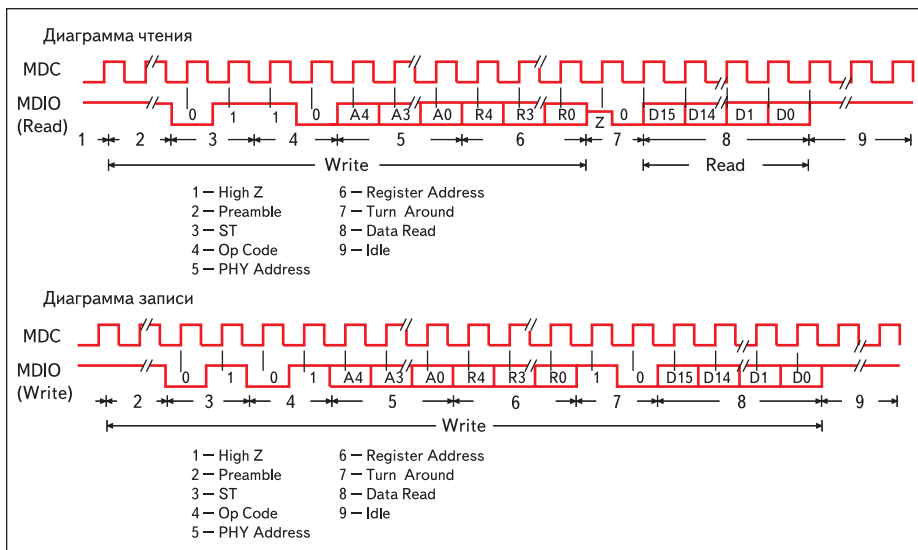

Рис. 16. Структура кадров служебного интерфейса по чтению и записи данных
• Если есть служебный интерфейс, то проверить, что он работает. Проверить осциллограмму по передаче и затем по приему. Интерфейс состоит из линии данных (MDIO) и линии частоты (MDC). Структура кадра показана на рис. 16 (чтение и запись).